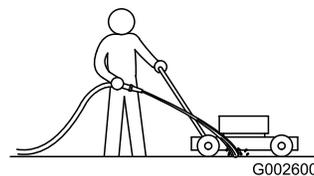

Figura 30
1. Con el motor en marcha sobre una superficie plana pavimentada, dirija un chorro de agua hacia delante de la rueda trasera **derecha** (Figura 30).